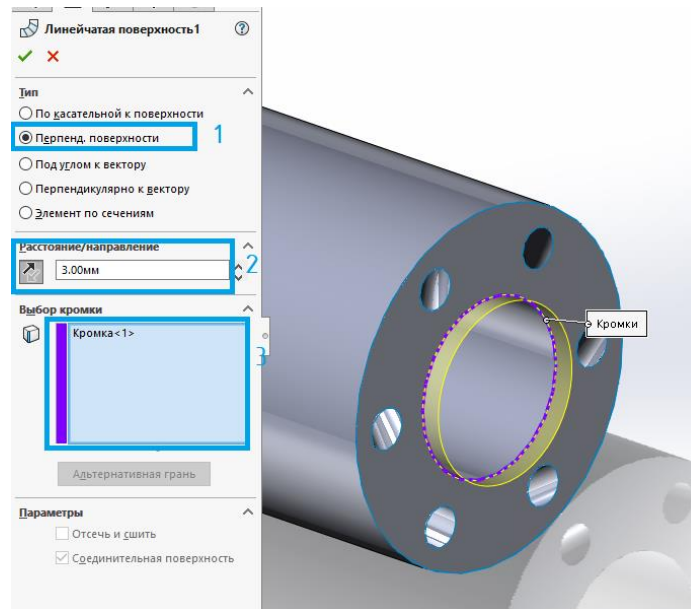

Рис. 12. Построение линейчатой поверхности
14. Правый патрубок будет создан без использования эскиза. Для этого выбираем инструмент **Вытянутая поверхность** , тип выдавливания (1), задаем расстояние (2) и выбираем необходимую кромку (3), как показано на рис. 12.